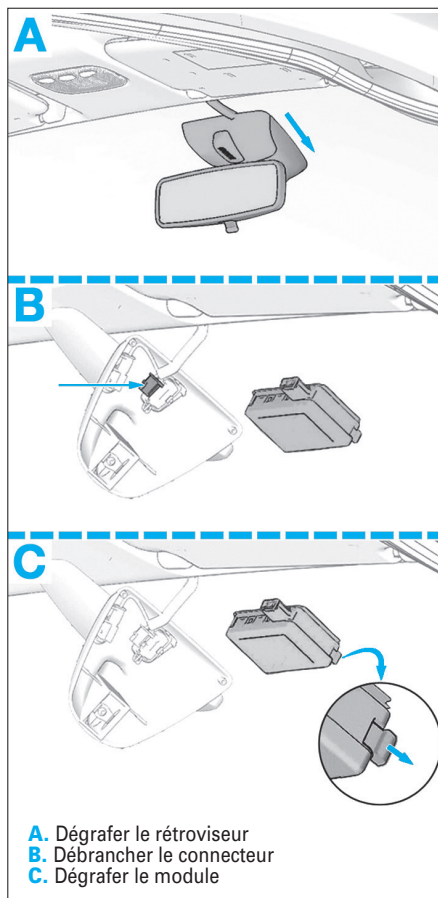

FIG. 16
- Le bicauteur de luminosité et de pluie comme illustré (**Fig.16**).